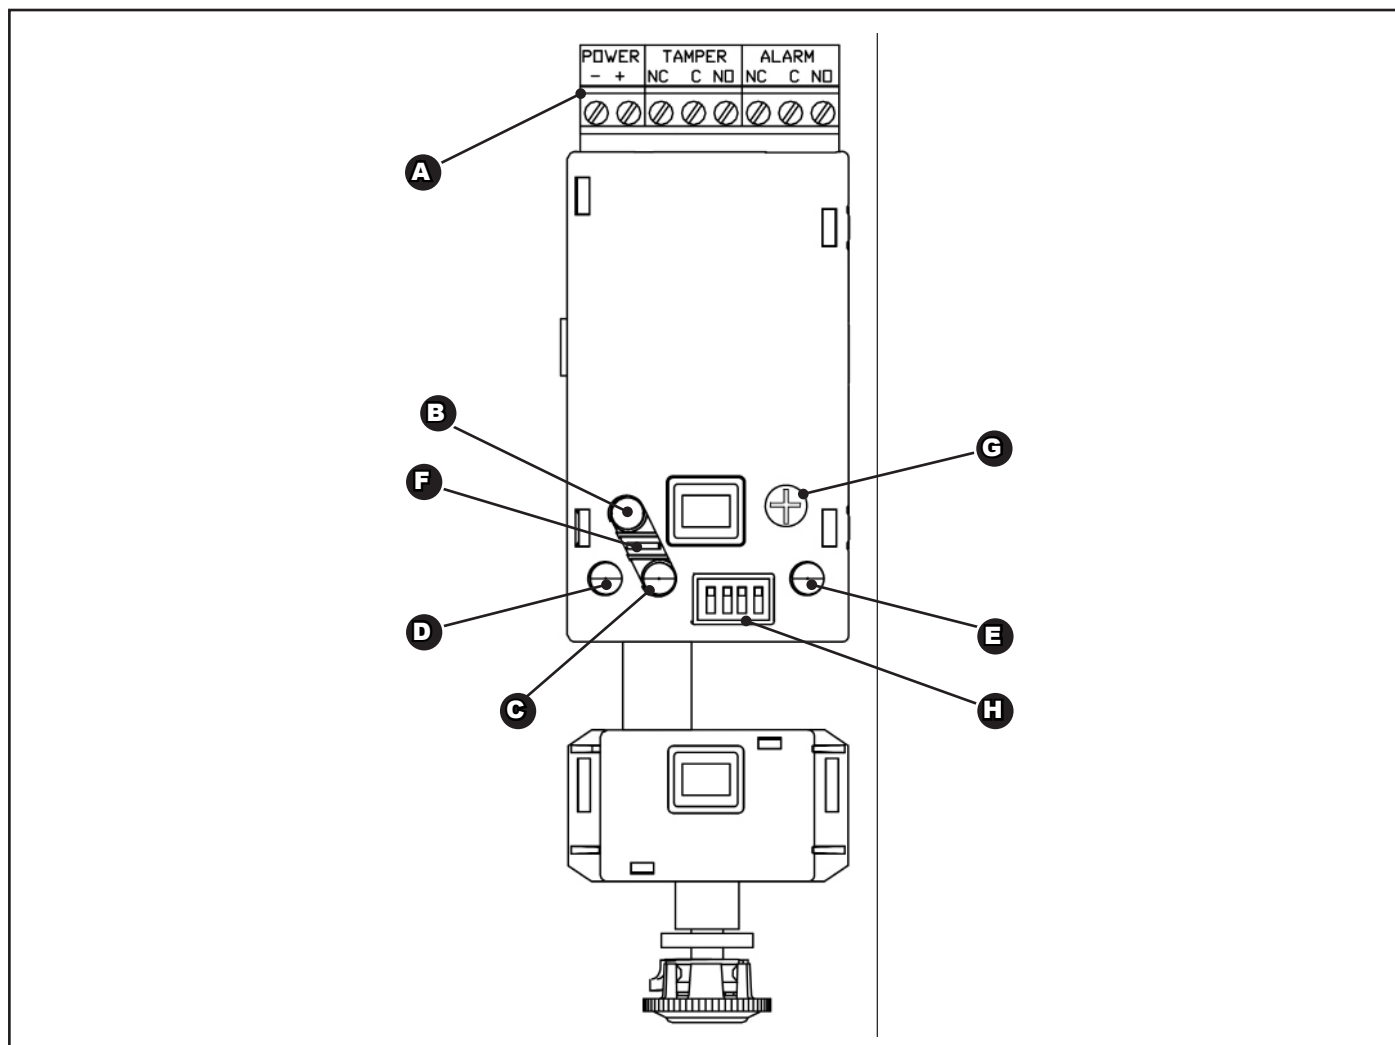

Fig. 4
- inserire la guarnizione o-ring (H) nella sede presente sul supporto elettronica (B),
- accoppiare il rilevatore con il fondo stagno quindi avvitare le sette viti metriche in dotazione (rif. G, v. fig. 4).
- insert the o-ring gasket (H) into its seat located on the electronic holder (B),
- couple the detector and the hermetic casing then screw the seven screws (ref. G, see fig. 4).
- Fissare avvitando la vite metrica in acciaio inox (rif. H, v. fig. 4).
- Hook it up to the electronic holder side and screw up the metric screw (ref. H, see fig. 4).